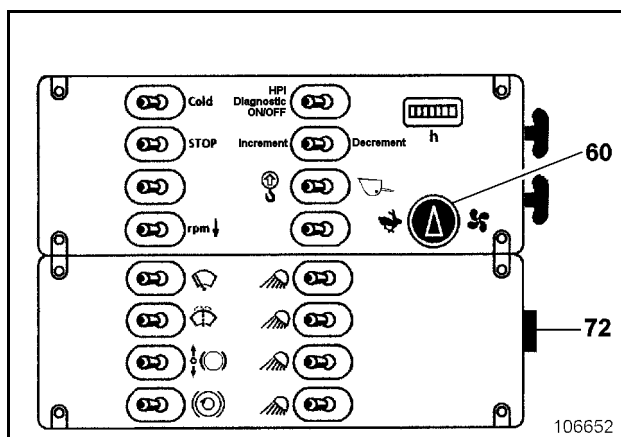

Fig. 2-43:
- Con el motor parado, poner el interruptor llave (72, Fig. 2-43:) a la posición 1.
- Girar el botón giratorio de regulación (60, Fig. 2-43:) al escalón de ventilación deseado (escalones 1 - 3).
- Si se quiere un caudal de aire caliente más fuerte, se debe conectar adicionalmente el ventilador por medio del interruptor giratorio (60, Fig. 2-43:).